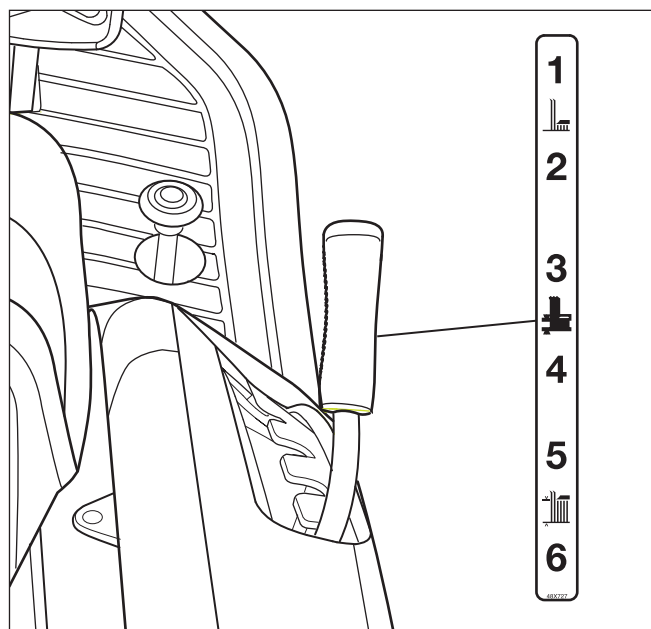

Figura 16
1. Desloque a alavanca de elevação para a frente para baixar a plataforma do corta-relva e para trás para elevar a plataforma do corta-relva (consulte a **Figura 16**).
2. Levante a alavanca de elevação para a posição mais elevada (consulte a **Figura 16**).
2. Desloque a alavanca de elevação para uma posição de altura de corte (consulte a **Figura 16**). Em superfícies com relva alta ou grossa, corte primeiro a relva na posição mais elevada e de seguida baixe a plataforma do corta-relva para uma posição mais baixa.